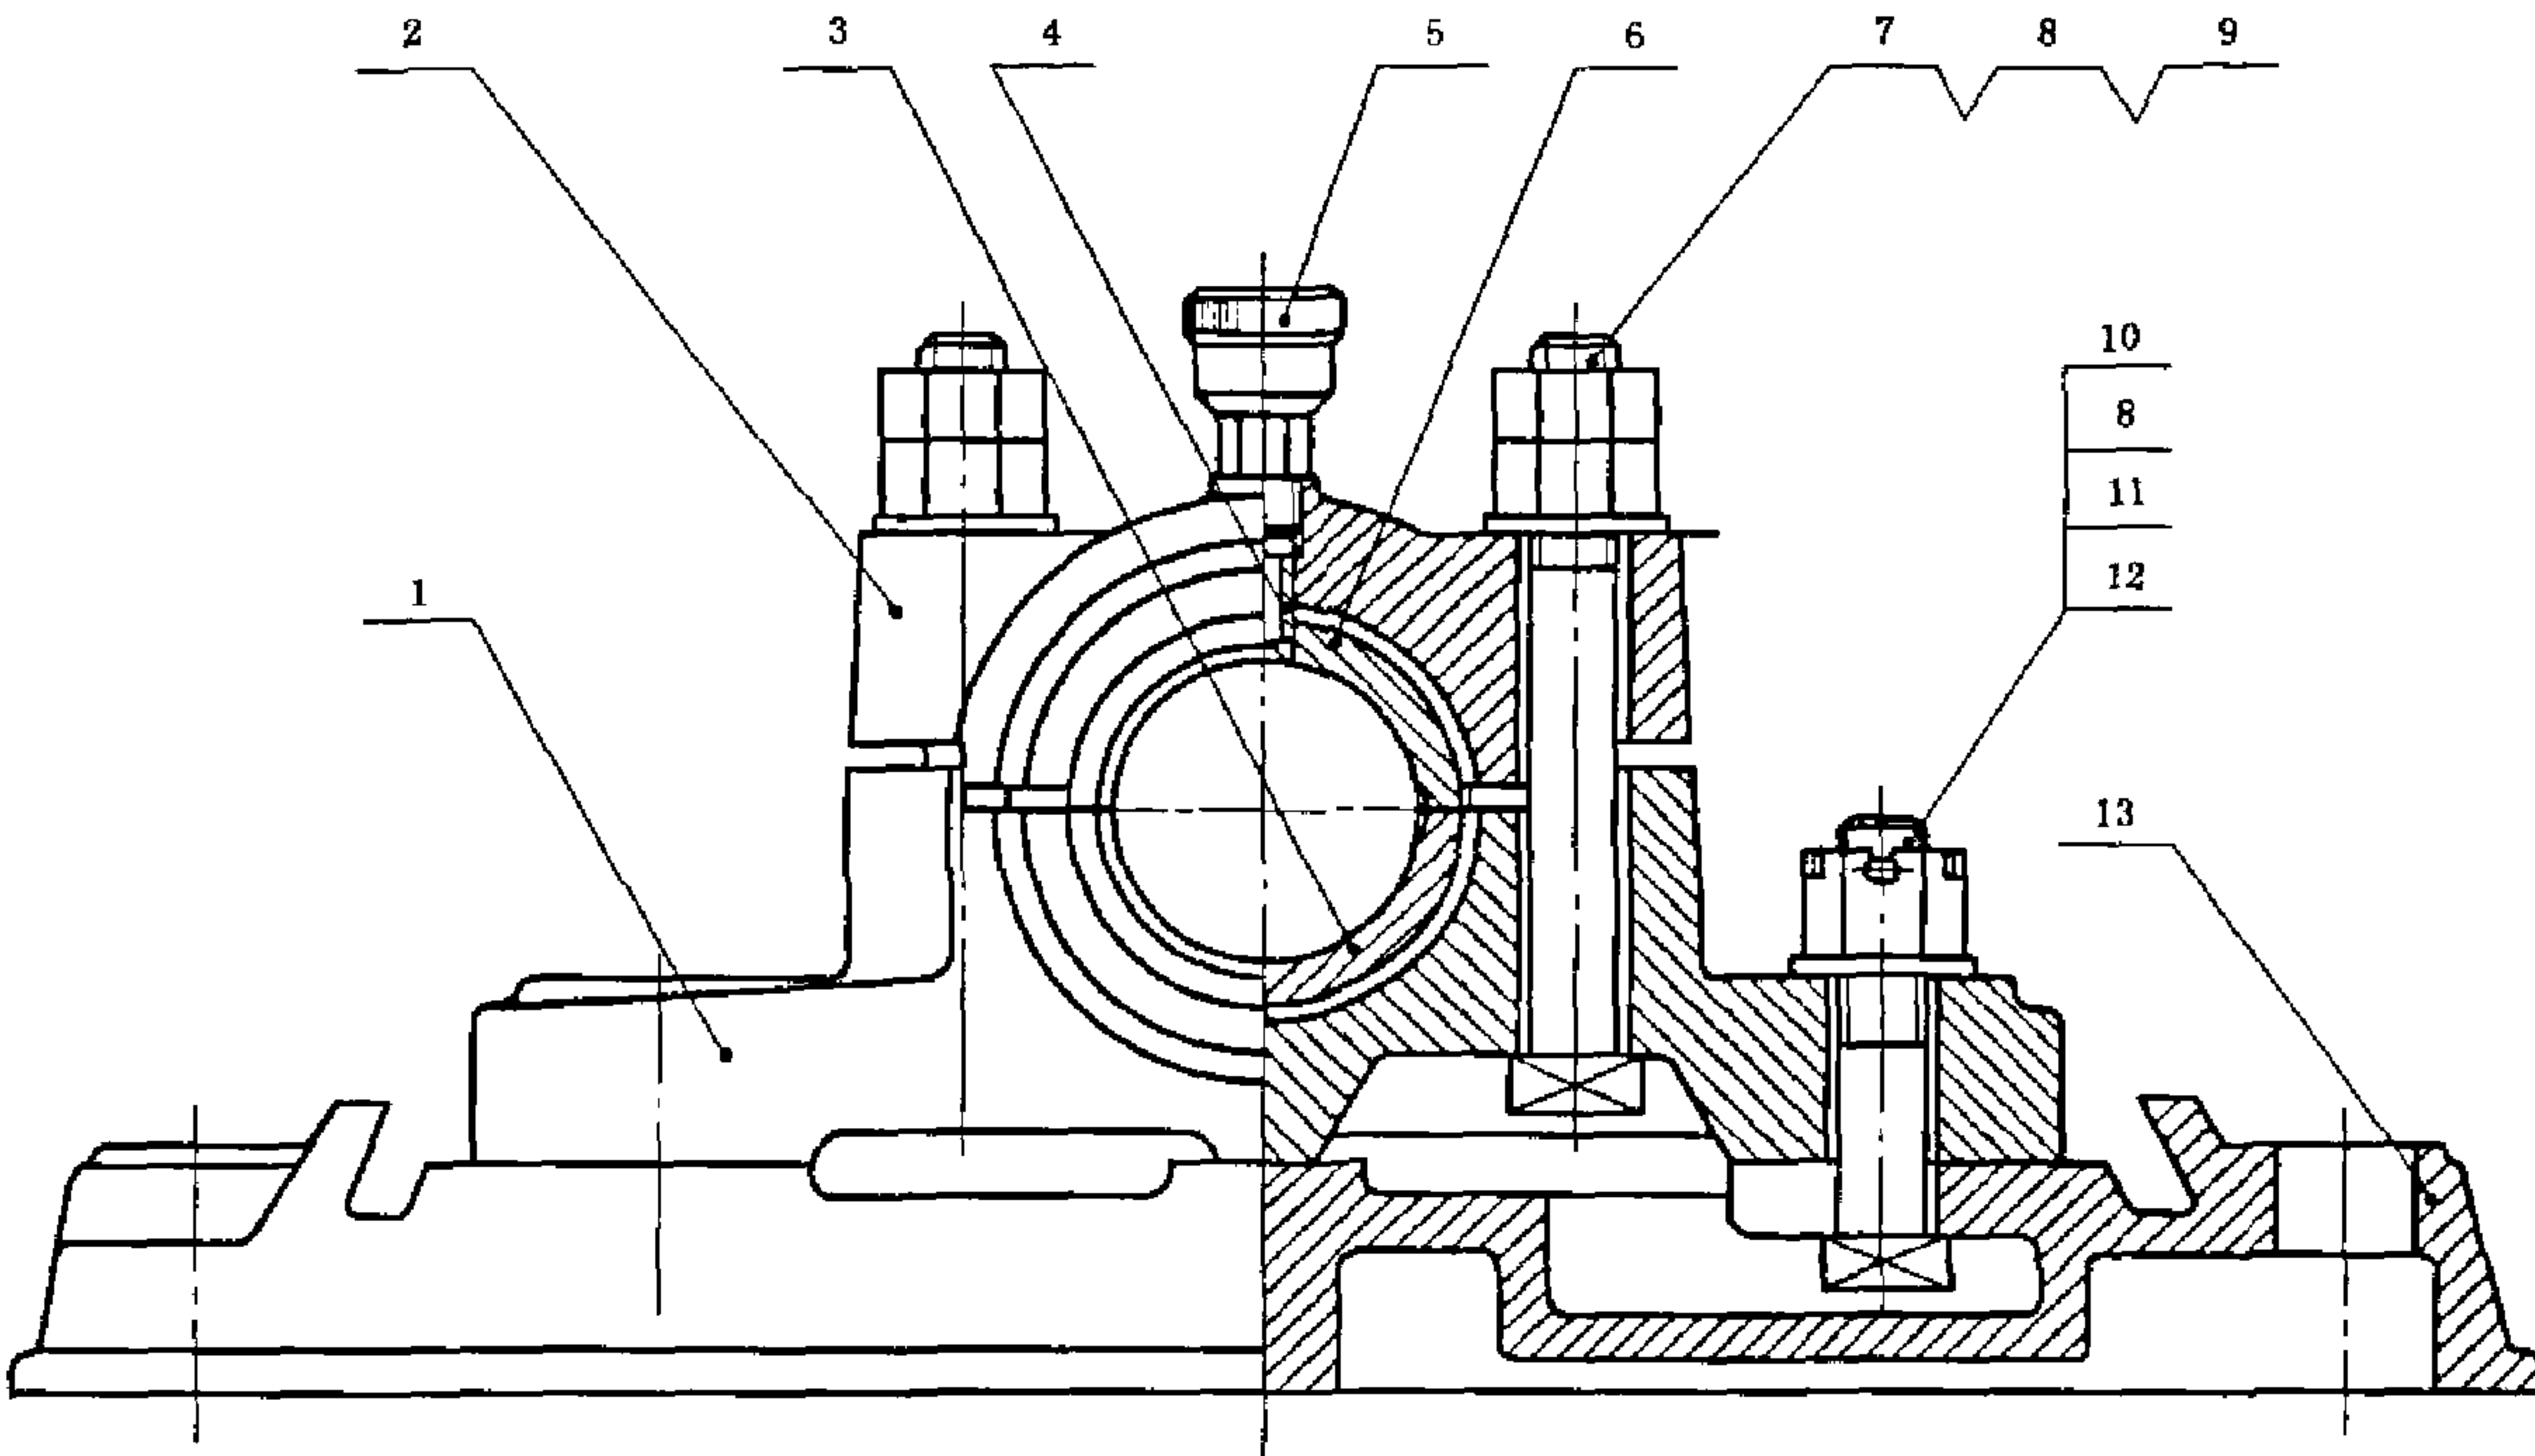

图 4 装配图中序号的排列
4.5.1 按顺时针或逆时针方向顺次排列,在整个图上无法连续时,可只在每个水平或竖直方向顺次排列,见图 4。